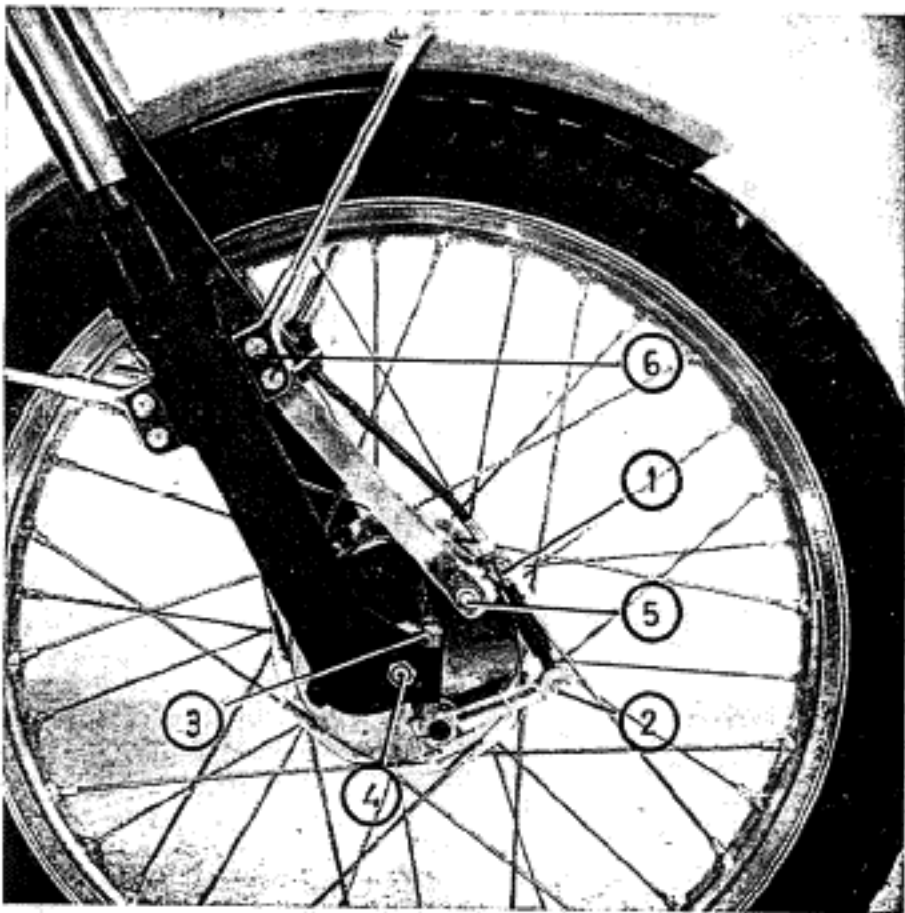

Fig. 18
**Desmontaje de la rueda delantera.** Para ello, soportar la motocicleta de modo que la rueda delantera gire libremente. Destensar el freno delantero por los dos tensores, el del mando del manillar y el inferior de la palanca 1 (fig. 18). Aflojar el tirante de anclaje con llave de 10 mm por arriba y desenroscar totalmente por abajo con llave de 14 mm liberándola del plato portazapatas. Aflojar los 2 tornillos de cerraje con llave de 10 mm. Desenroscar la tuerca del eje con llave de 22 mm y valiéndose del pasador-varilla introducido en la cabeza del eje, extraerlo por el lado izquierdo. Sacar la rueda y separar el plato portazapatas.